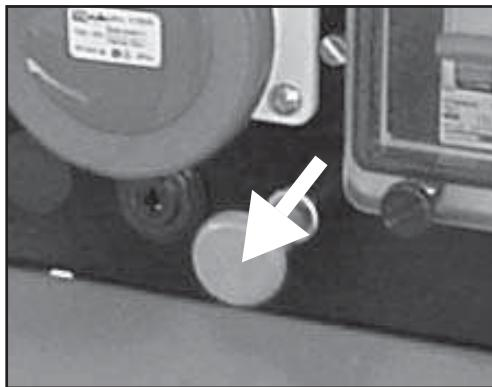

Fig. 8
- 3) Versão Motor Ruggerini: Puxar o botão situado NÃO painel de comando (ver fig.8); aguardar o completo desligamento do motor, colocar novamente a chave na posição "OFF".